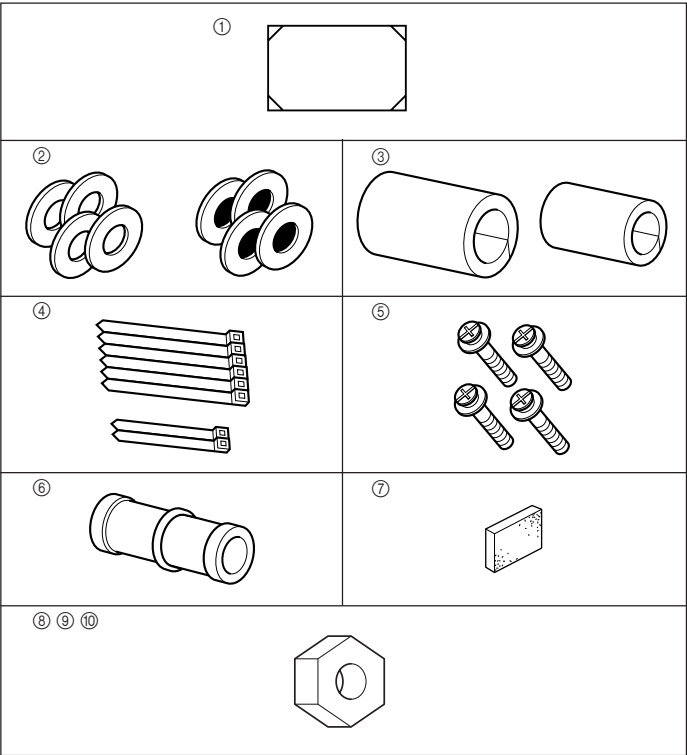

Fig. 2-1
2.1. Comprobación de los accesorios de la unidad interior (Fig. 2-1)